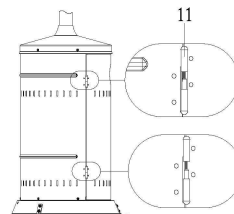

fig. 2
Fixer le soupape intérieure de gaz (16) sur le brûleur (Fig. 2).